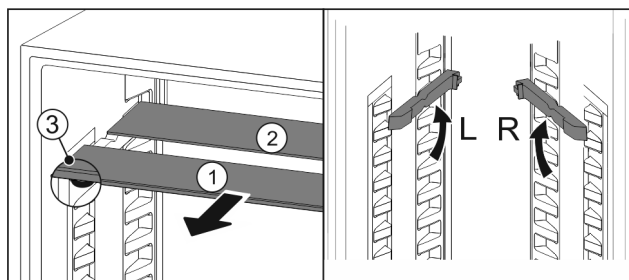

Fig. 102
- ▶ Wyciągnąć Fig. 102 (1) pojedynczo półki szklane do przodu.
- ▷ Płyta szklana Fig. 102 (1) z listwą ozdobną znajduje się z przodu.
- ▷ Stopery Fig. 102 (3) wskazują w dół.